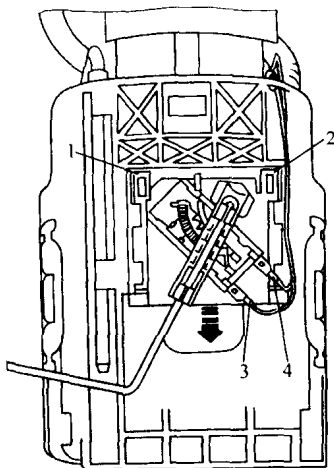

图 1-22 拆卸燃油表传感器
2) 松开并拔下图 1-22 所示电线插头 3 和 4。
3) 用一字旋具撬起固定夹板 1 和 2,按图 1-22 箭头方向,向下拔出燃油表传感器